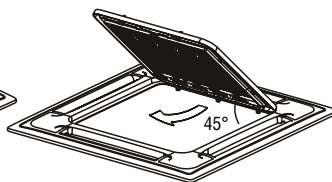

Рис. 10
- б) Поверните решетку на угол 45° и выньте ее (рис. 10).